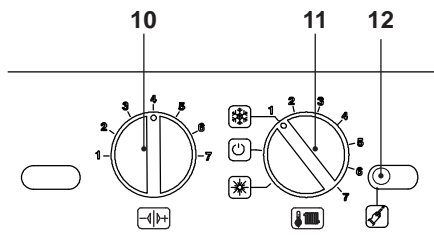

Figura 5.31
- Prima di alimentare elettricamente la caldaia posizionare le manopole 10 e 11 come indicato in Figura 5.31.
- Per settare il funzionamento con Termostato bisogna entrare nella programmazione premendo per 10 secondi il pulsante di ripristino 12, in Figura 5.31 fino alla comparsa del parametro **P01** sul display LCD; sul display LCD compare la seguente visualizzazione (la sequenza **P01** si alterna --- --).
12, in Figura 5.31 per lo scorrimento dei vari parametri, sino al raggiungimento del parametro **P03**, valido per la verifica del funzionamento del bollitore con termostato.
NTC bisogna entrare nella programmazione premendo per 10 secondi il pulsante di ripristino 12 , in Figura 5.31 fino alla comparsa del parametro **P01** sul display LCD; sul display LCD compare la seguente visualizzazione (la sequenza **P01** si alterna ---).
- Premere più volte il pulsante di ripristino 12 , in Figura 5.31 per lo scorrimento dei vari parametri, sino al raggiungimento del parametro **P03**, valido per la verifica del funzionamento del bollitore con sonda NTC.
- Il valore che si visualizza nel LCD è **04**, ruotare la manopola settaggio caldaia 10 in Figura 5.31, portandola al minimo.
La seguente tabella mette in correlazione il settaggio della manopola caldaia 10 in Figura 5.31 con la visualizzazione presente nel LCD per il parametro **P03**.
- Ripremere il pulsante di ripristino 12 per entrare nella programmazione **P04**, il valore di partenza visualizzato dal LCD è **04**, ruotare la manopola di settaggio caldaia 10 in Figura 5.31 al minimo, il valore visualizzato dal display LCD derivante da questa operazione sarà **04**.
La seguente tabella mette in correlazione il settaggio della manopola caldaia 10 in Figura 5.31 con la visualizzazione presente nel LCD per il parametro **P04**.